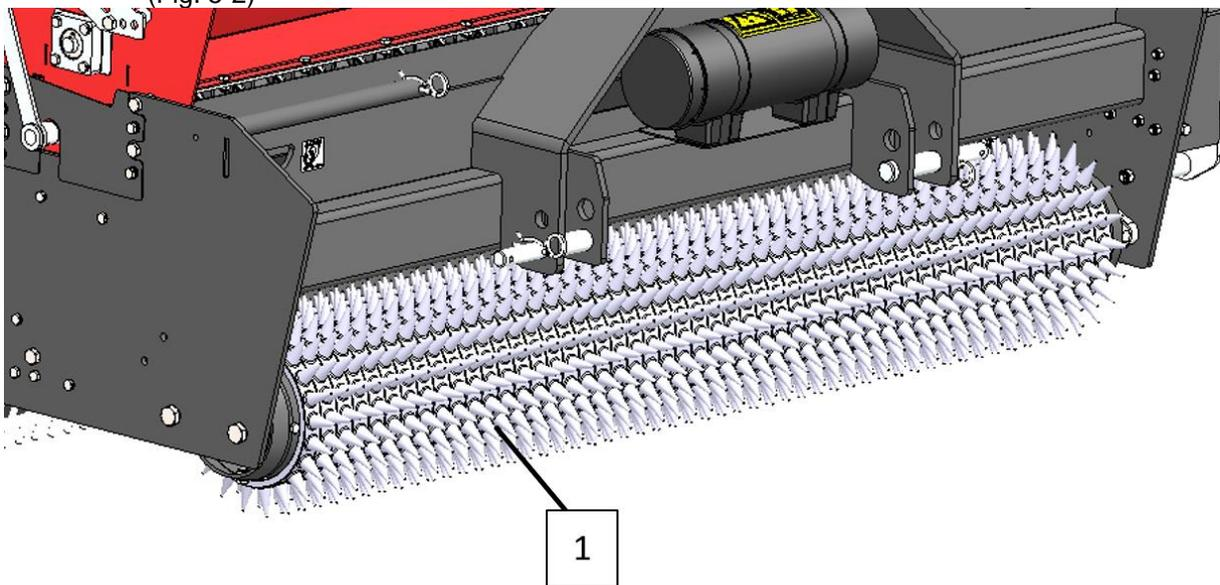

Fig.5-2
- Compruebe los elementos de siembra (1) en busca de daños y repárelos si es necesario. (Fig. 5-2)